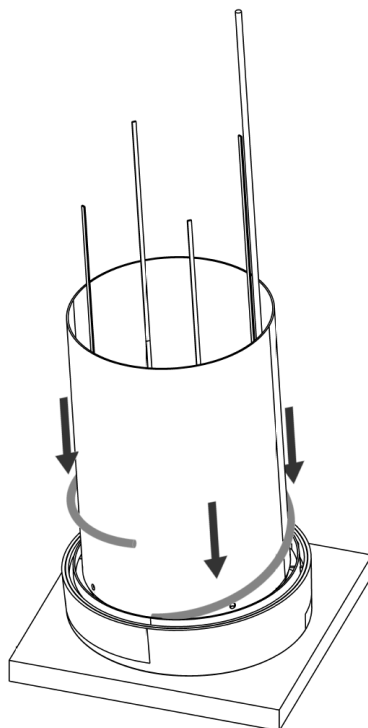

Figure 12 - Bande d'étanchéité sur le chapeau de ventilation
Préparez le chapeau de ventilation avec la bande d'étanchéité fournie (8). La bande d'étanchéité doit être placée à l'extérieur du tube de Ø 250 mm et insérée dans le chapeau de ventilation (voir Figure 12 ci-dessous).